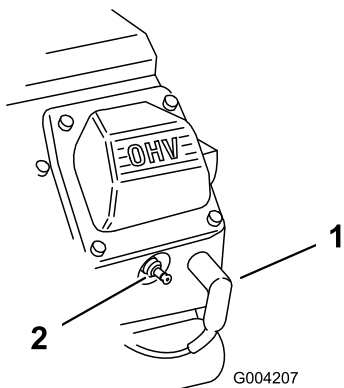

Рисунок 25
- Снимите провода со свечей зажигания (Рисунок 25).